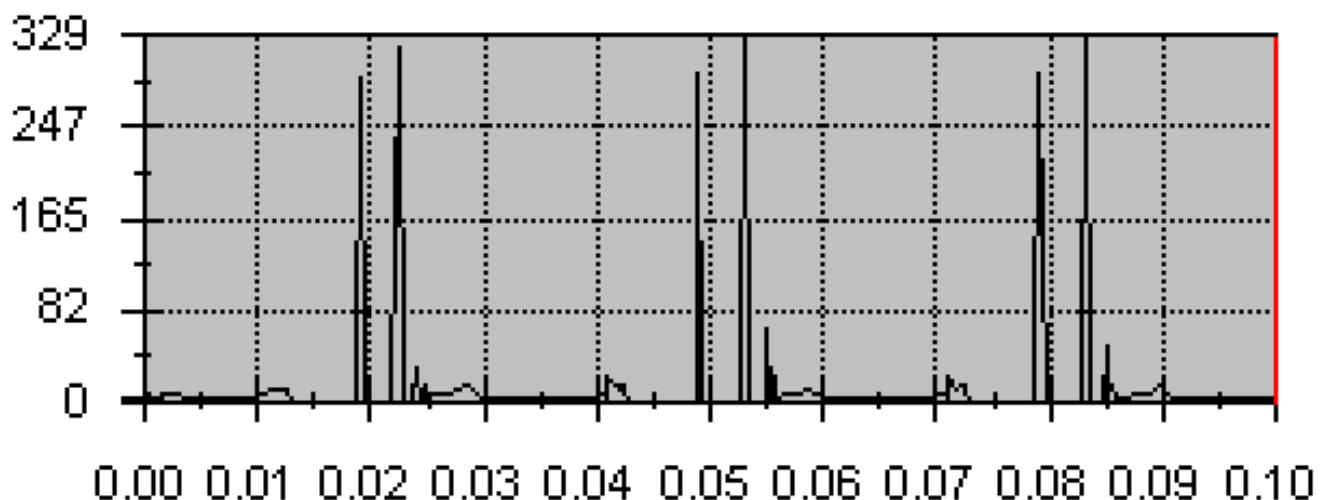

Рис. 5.5. Оновлена епюра величини сили контакту між шатуном і стержнем кулачка (Н) на час (с)
- 7.3. Епюра результату, створена для дослідження руху 1200, оновлена для дублюючого дослідження (рис. 5.5).